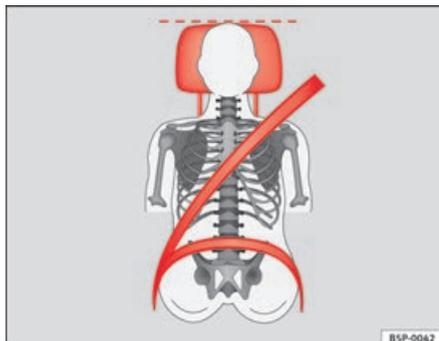
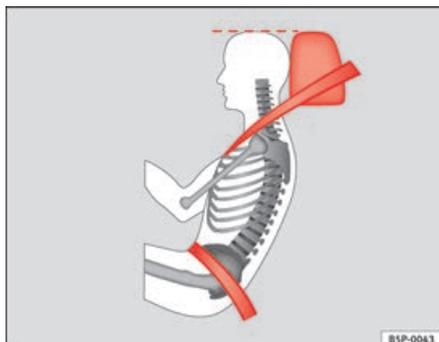

Fig. 3 Poggiatesta posizionato correttamente, vista frontale
Fig. 4 Poggiatesta posizionato correttamente, vista laterale
- Regolare il poggiatesta portando il suo bordo superiore alla stessa altezza della parte superiore della testa, almeno all'altezza degli occhi ⇒ **fig. 3** e ⇒ **fig. 4**.